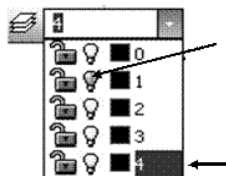

Рис. 101
19. Сделать активным четвертый слой (*размеры*). Первый слой отключить (потушить лампочку) — рис. 101.